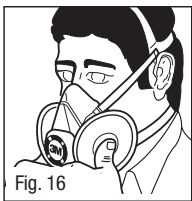

Fig. 16
1. Coloque seus polegares sobre a parte central dos filtros, restringindo o fluxo de ar em direção ao tubo de entrada de ar dos filtros, e inale levemente. Se você sentir a peça facial murchar ligeiramente e ser puxada mais próxima à face sem vazamentos entre a face e a peça facial, então foi obtida uma vedação adequada (Fig. 16).